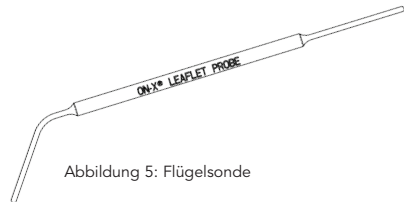

Abbildung 5: Flügelsonde
**Flügelsonde** – Die Flügelsonde (Abb. 5) besteht aus einem flexiblen Stab mit verjüngten Enden. Die Flügelsonde dient dazu, die Flügel vorsichtig zu bewegen um sicherzustellen, dass sie sich ungehindert öffnen und schließen.